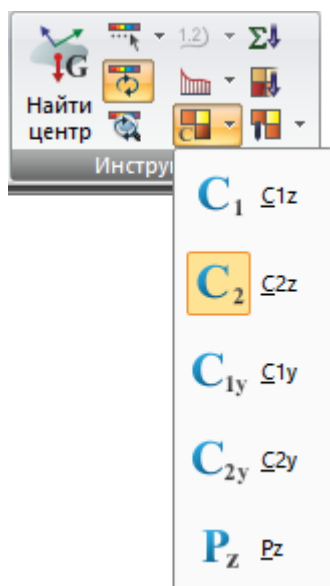

Рис. 44. Раскрывающийся список
**Мозаика коэффициентов постели** (рис. 44) – раскрывающийся список. Просмотр мозаик вычисленных или заданных коэффициентов постели, а также заданной вертикальной равномерно распределенной нагрузки на грунт. Щелчок по главной кнопке всегда приводит к раскрытию списка: